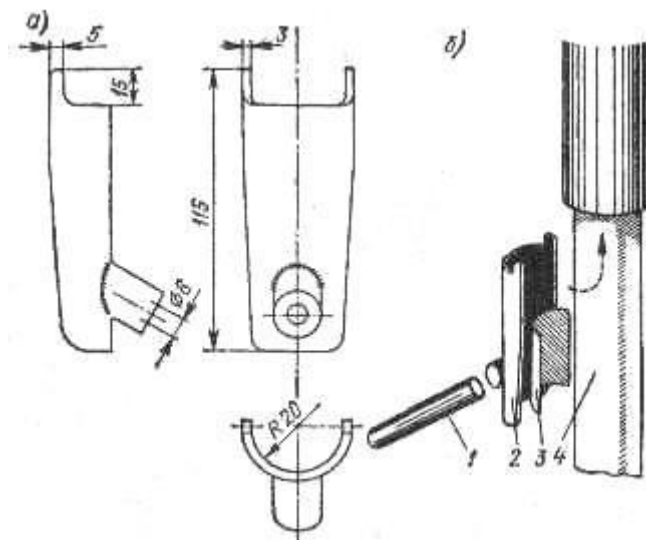

Рис. 65. Приспособление для затяжки гайки-сальника пера передней вилки без его разборки:
1. Слабая затяжка гайки на наконечнике. В этом случае гайку нужно затянуть при помощи ключа, изображенного на рис. 65. Затягивая гайку-сальник, следует помнить, что она навинчивается на подвижный наконечник. Затягивание гайки на подвижном наконечнике производится поворачиванием ее по ходу часовой стрелки, если смотреть на перо сверху, и наоборот, если смотреть на гайку снизу (под кожух пера).